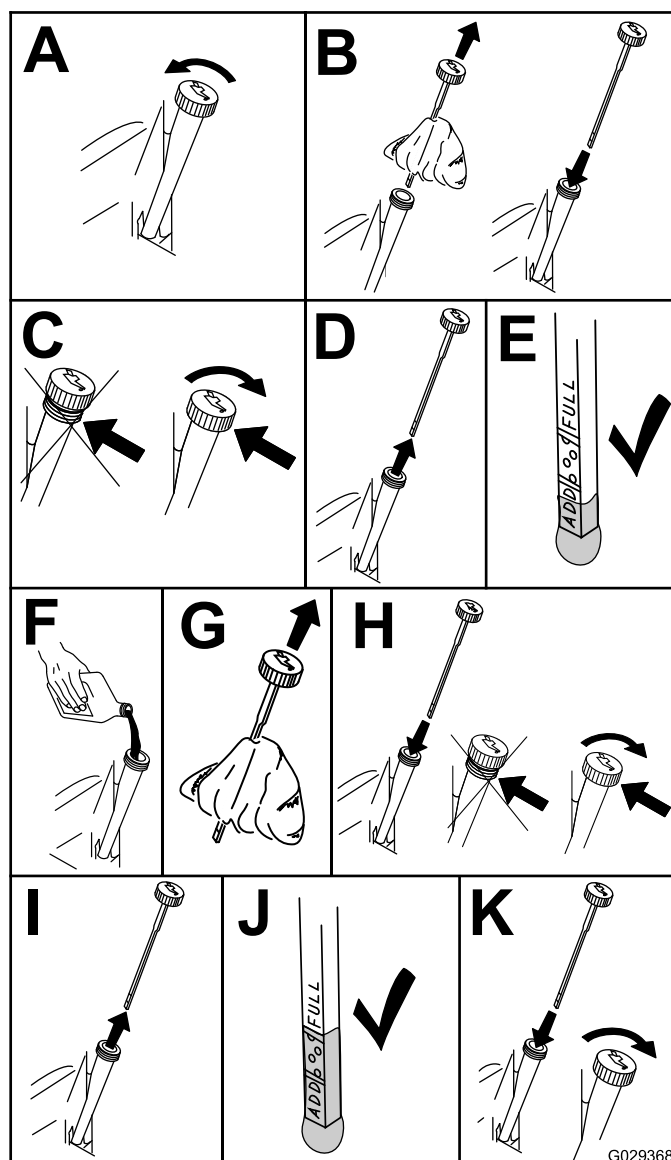

Figure 31
4. Contrôlez le niveau d'huile moteur (Figure 31).